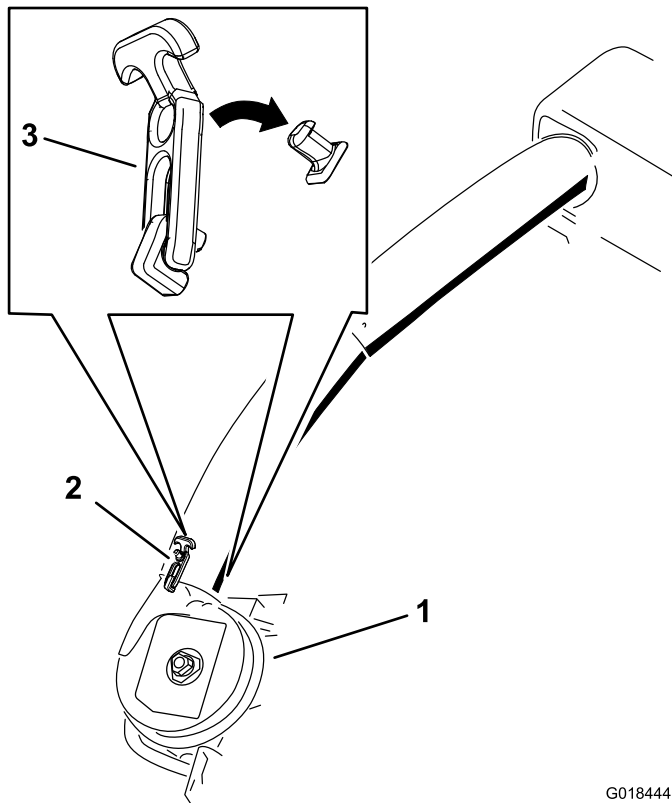

Figure 29
5. Utilisez les deux verrous pour fixer le tube inférieur au ventilateur (Figure 29).
20. Utilisez les deux verrous pour fixer le tube inférieur au ventilateur (Figure 29).